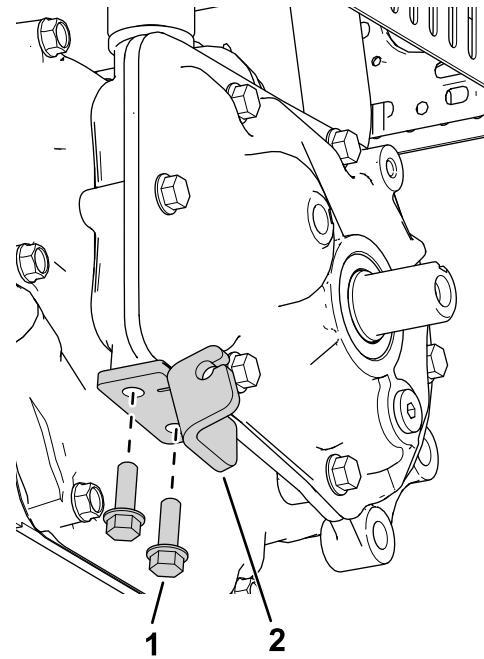

Рисунок 1
1. Установите пластины сцепления с помощью 2 болтов ($\frac{1}{4}$ x $\frac{3}{4}$ дюйма), как показано на Рисунок 1